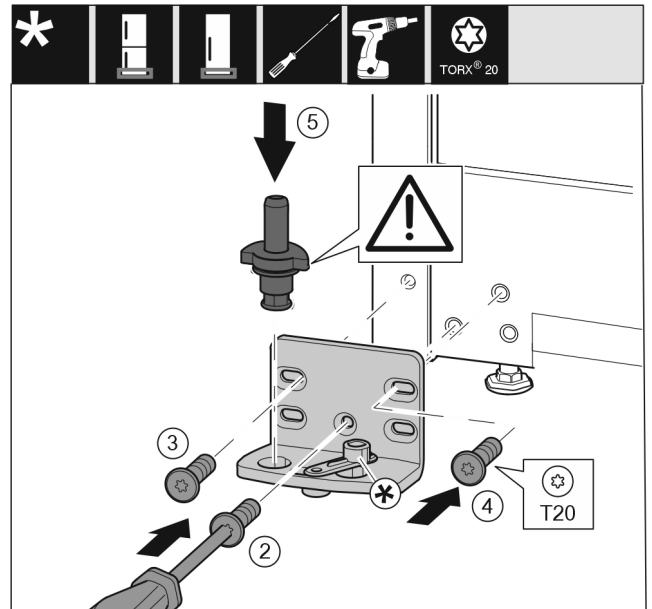

Fig. 16
- ▶ Uždėkite atraminę gembę kitoje pusėje ir prisukite, naudodami atsuktuvą T20. Su varžtu 2 pradėkite apačioje viduryje. Fig. 16 (2)
- ▶ Tvirtai prisukite varžtus 3 ir 4. Fig. 16 (3,4)
- ▶ Įstatykite visą atraminę gembę. Atkreipkite dėmesį į tai, kad fiksavimo kumštelis būtų nukreiptas į galą. Fig. 16 (5)